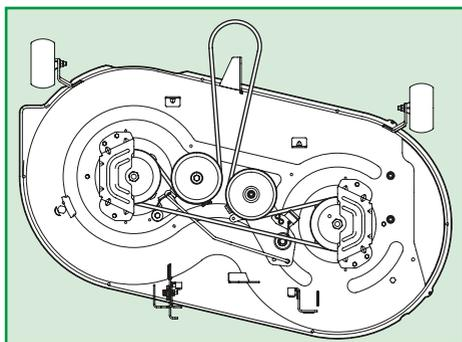

Figura 5
3. Coloque la correa hacia delante y verifique si el recorrido es adecuado en todos los canales de las poleas de la plataforma de corte, conforme Figura 5;